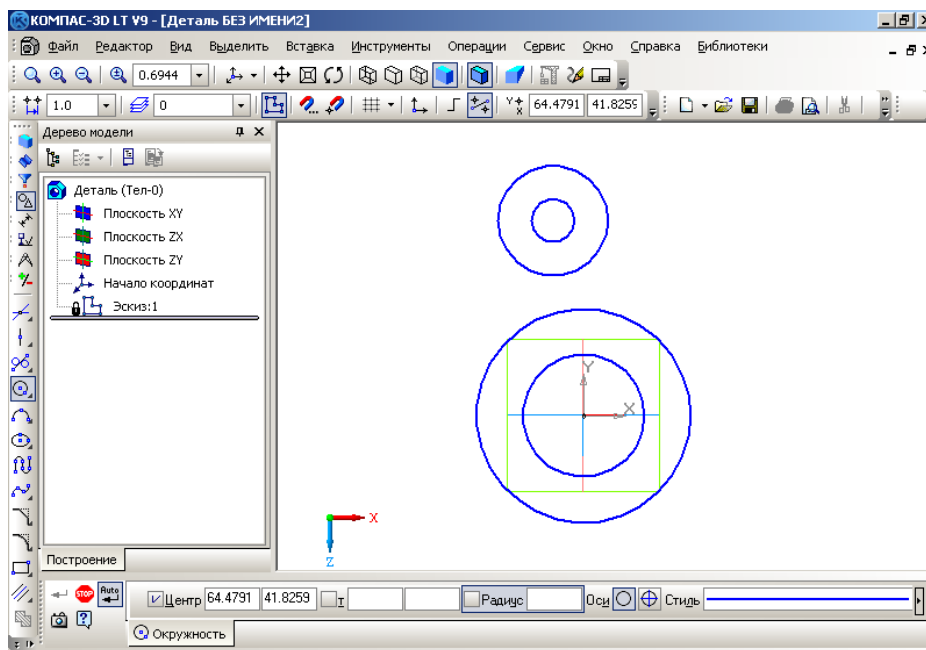

Рис. 4
- Далее построим окружности радиусами 18мм. и 7 мм. с центром координаты которого  $X=-10$ ,  $Y=64$ . Вводим эти значения в соответствующие разделы строки текущего состояния  $\rightarrow$  **Enter**. Рис.4.